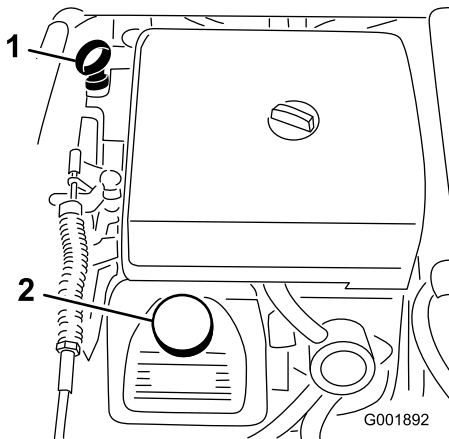

Figure 21
2. Retirez la jauge et essuyez-la sur un chiffon propre (Figure 21). Remettez la jauge dans le tube en l'enfonçant au maximum. Sortez de nouveau la jauge et vérifiez le niveau d'huile.
3. Si le niveau d'huile est bas, retirez le bouchon de remplissage du couvercle de la culasse (Figure 21) et ajoutez la quantité d'huile nécessaire pour amener le niveau au repère maximum sur la jauge. Reportez-vous à la section Entretien de l'huile moteur, sous Entretien du moteur, pour connaître le type d'huile et la viscosité qui conviennent. Versez l'huile lentement et vérifiez souvent le niveau durant la procédure. Ne remplissez pas excessivement.